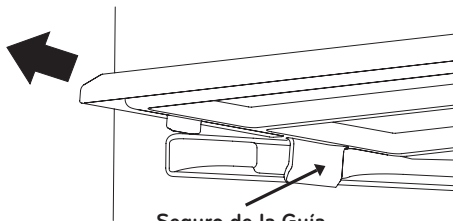

Fig. 10
2. Jala la parrilla hacia afuera levantándola levemente hasta que salga el seguro de la guía Fig. 10.